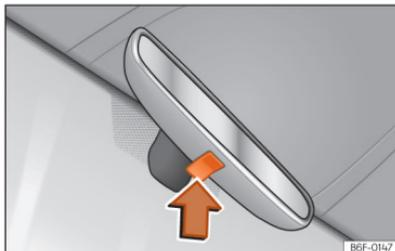

Abb. 89 Manuell abblendbarer Innenspiegel.
- Zum Abblenden des Rückspiegels, Taste am Spiegel nach oben drücken »» (Abb. 89) (Pfeil).